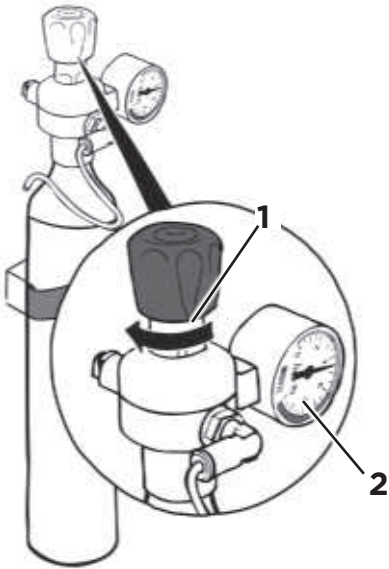

Abb. 27
11. Stellen Sie den CO2-Eingangsdruck auf 4 bar ein. Drehen Sie dazu das Einstellrad am CO2-Druckminderer (Abb. 27/1) im Uhrzeigersinn, bis das Manometer (Abb. 27/2) den gewünschten Druck anzeigt.